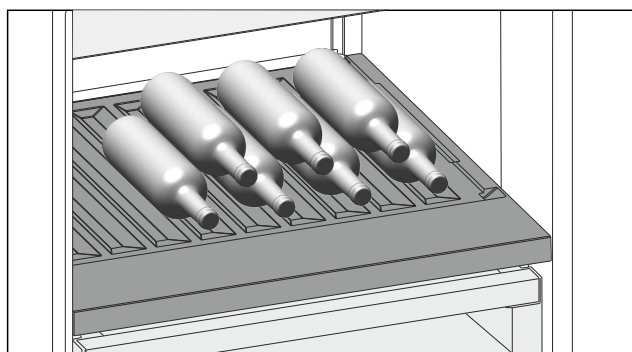

Fig. 114
- Inserire le bottiglie con il fondo rivolto verso la parte posteriore. (vedere Fig. 114)